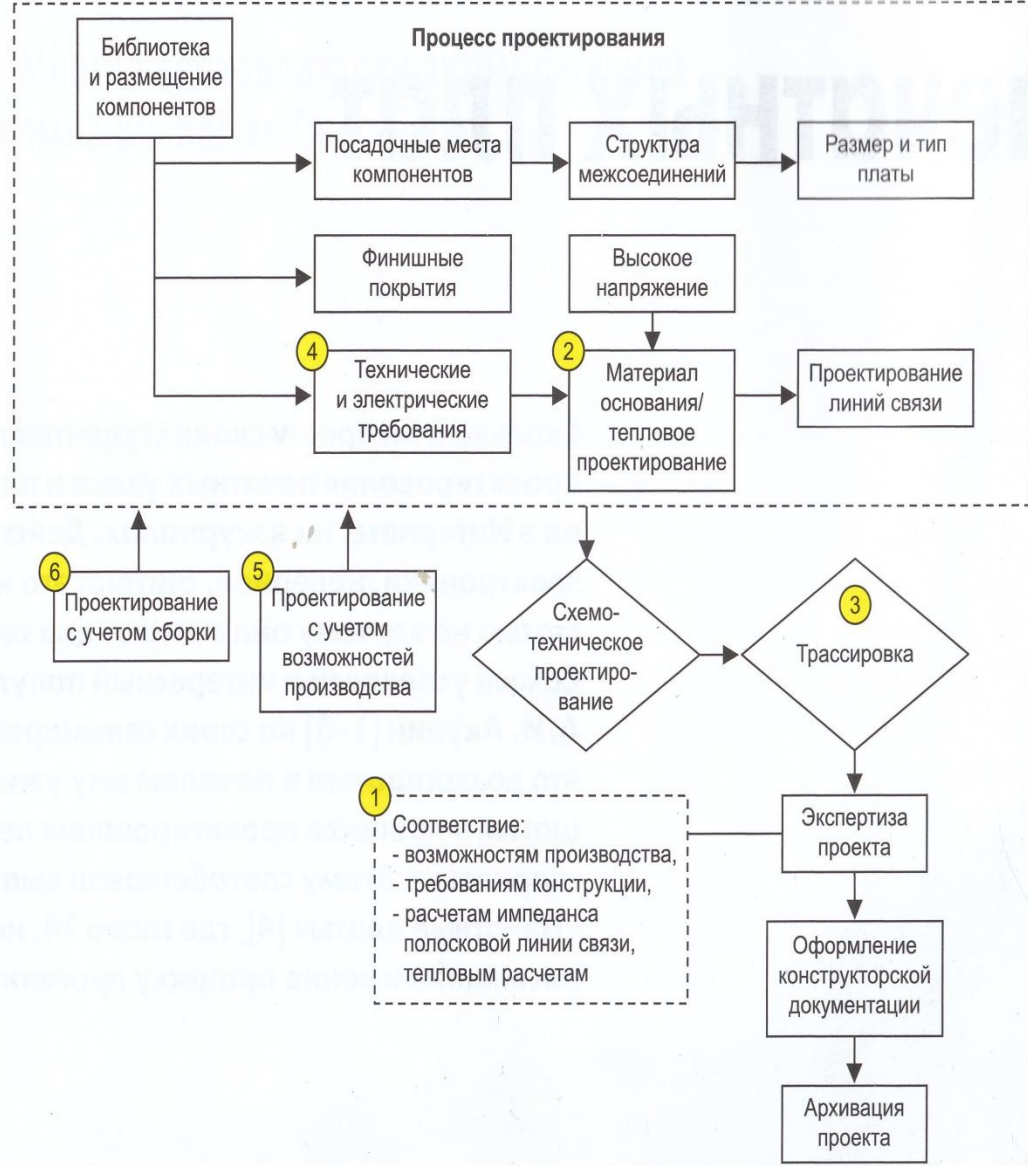

Рис. 1. Структура процесса проектирования
- На рис. 1 представлена блок-схема основных шагов полного проектирования печатной платы